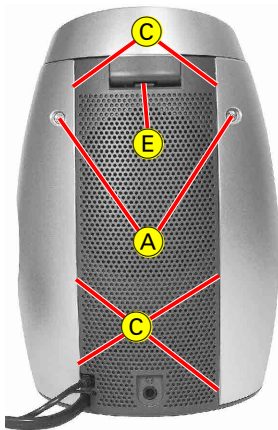

Fig. 1
- 2 Schrauben **A** (Fig. 1) herausdrehen.
- Seitenblenden an den Punkten **C** (Fig. 1) ausrasten und zur Seite abnehmen.
- Deckeloberteil an Punkt **E** (Fig. 1) ausrasten.
- Undo 2 screws **A** (Fig. 1).
- Disengage the side covers at points **C** (Fig. 1) and remove sideways.
- Disengage the lid top at point **E** (Fig. 1).